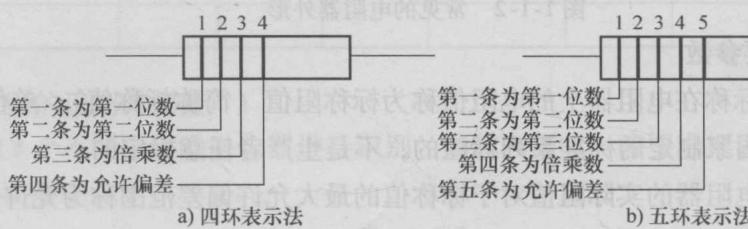

图 1-1-3 电阻器的色标法
常见的色环有四环和五环表示法（见图 1-1-3），色环靠电阻哪一端近，就由哪一端开始数环。
1) 普通电阻器通常为四条色环，其中第一、二条色环表示的数即为两位有效数，第三条色环为倍乘数（即 $\times 10^x$ ），而此色环表示的数是以 10 为底的指数，第四条色环则表示的是电阻值的允许偏差，如图 1-1-3 所示。